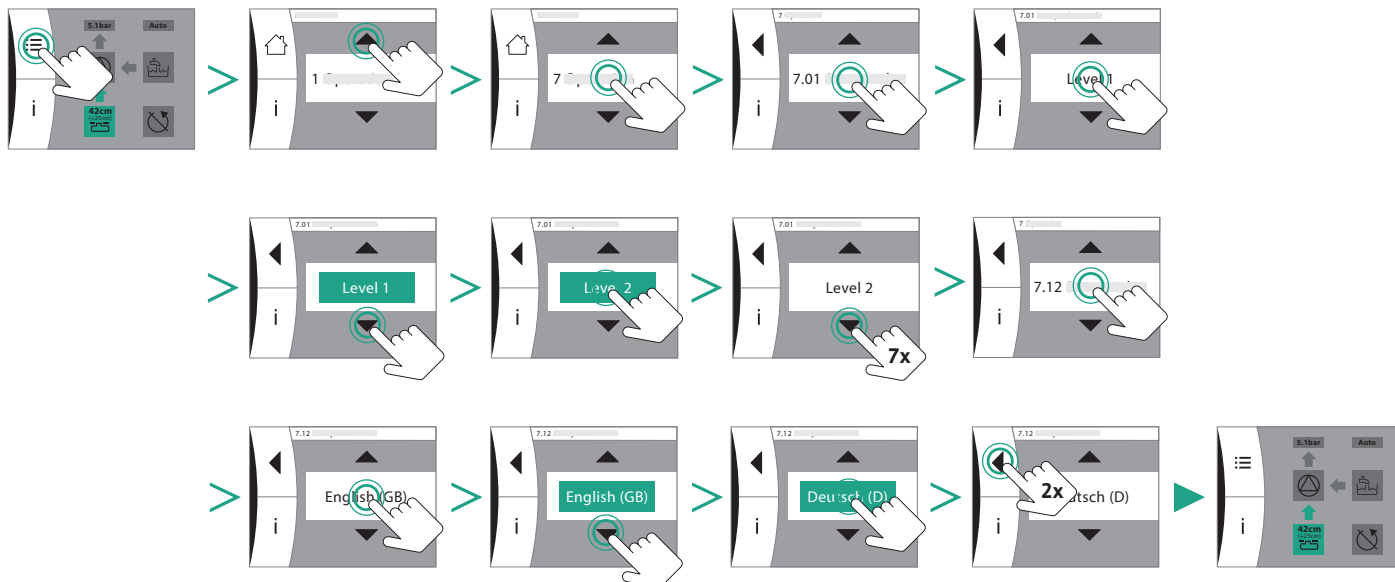

Fig. 23: Nastavenie jazyka
7. Zvoľte preferovaný jazyk menu (Fig. 23).